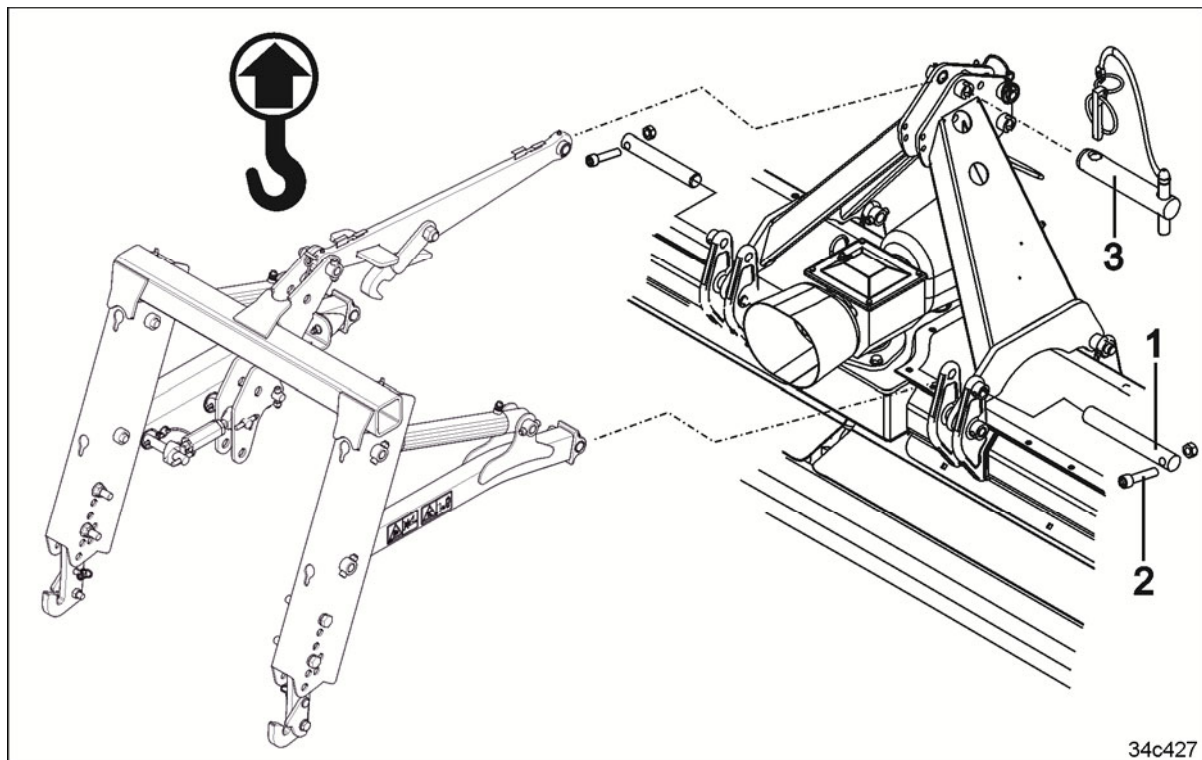

Рис. 81
5. Закрепите подъемную раму в нижних шарнирных соединениях. Зафиксируйте палец (Рис. 81/1) болтом (Рис. 81/2) с гайкой.
6. Закрепите верхнюю тягу пальцем (Рис. 81/3) и вставьте пружинный фиксатор.